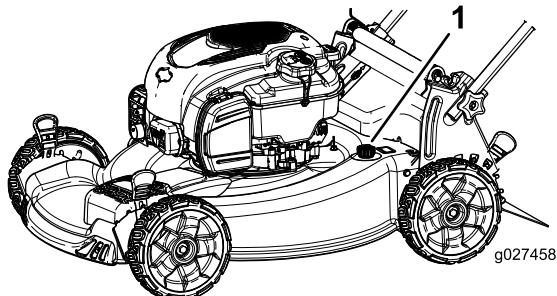

Figura 25
5. Conecte una manguera de jardín que esté conectada a un grifo al orificio de lavado de la máquina (Figura 25).